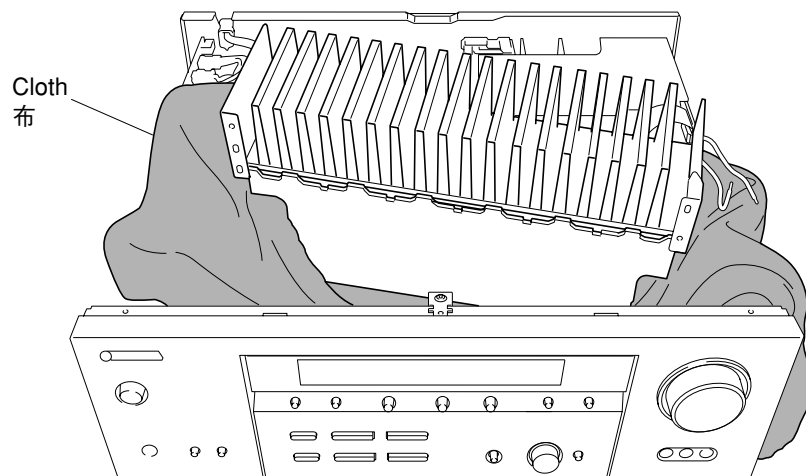

Fig. 6
- 布を敷きます。その上にMAIN(1)、(5)、POWER(1)、(2)P.C.B.をヒートシンクと一緒に立ててチェックします。(Fig. 6)